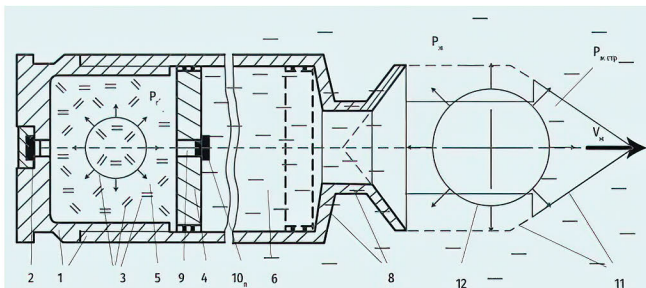

Рис. 8. Кавитатор-патрон при бутылочном типе гильзы с развальцовкой среза и перфорацией пыж-поршня
В патроне 6 завальцовывать срез гильзы 1 нет необходимости: горловина 7 несет функции конфузора, ускоряющего поток вытесняемой из снарядной/гидравлической полости 6 струеобразующей (11) порции жидкости, и ограничителя рабочего хода пыжа-поршня 4. В патроне 7 гильза 1 также бутылочная, однако на ее срезе выполнена коническая развальцовка 8 с образованием, в совокупности с горловиной 7 (конфузором), сопла Лавала, служащего для более эффективного разгона газогидравлической струи 11. Патрон по рис. 8 конструктивно отличается от предыдущего модернизацией: пыж-поршень 4 выполнен со сквозной гидроизолированной, например посредством пробиваемой порохо-